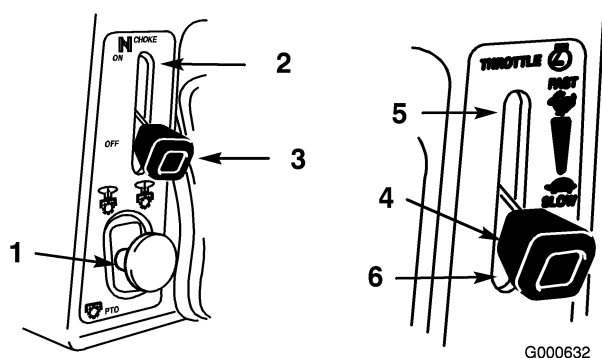

Figura 15
3. Disinnestate la presa di forza (posizione Off) (Figura 15).
4. Spostate la leva dello starter in posizione On (Figura 15).
5. Portate la leva dell'acceleratore in posizione Fast (Figura 15).
7. Quando il motore è acceso, portate lo starter in posizione Off (Figura 15). Se il motore stalla o esita, riportate la leva dello starter in posizione On per qualche secondo, quindi portate la leva dell'acceleratore nella posizione desiderata. All'occorrenza, ripetete il procedimento.
1. Spingete la presa di forza in posizione Off (Figura 15).
2. Portate la leva dell'acceleratore nella posizione tra media e massima (Figura 15).